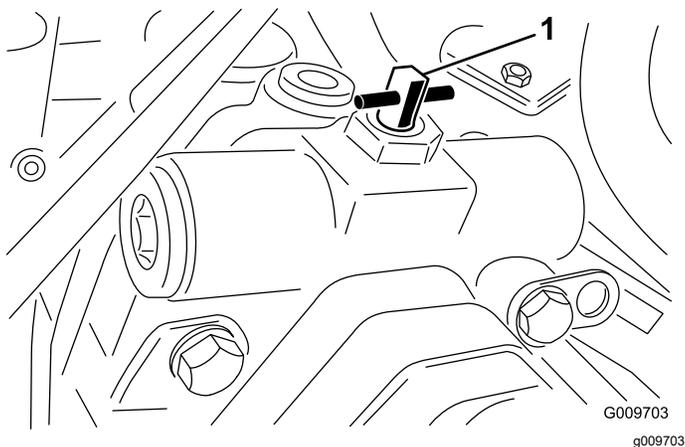

**Figura 40**
2. Conecte una manguera hidráulica entre el acoplamiento diagnóstico del colector de tracción trasera, y el punto de prueba de presión de tracción en marcha atrás (Figura 40).